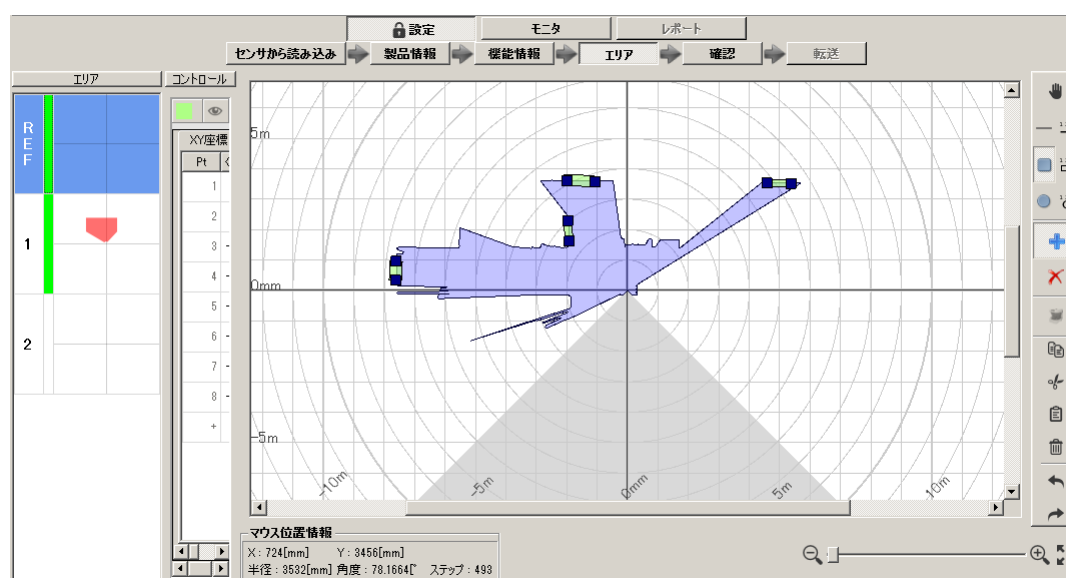

図7-49 リファレンス領域設定例
- リファレンス領域を描画するためのエリア表示画面が表示されます。図7-49に示すようエリアプレビューにも「REF」エリアが表示されます。「REF」を選択してください。
例えば、背景を参照して、センサ位置の変位をモニタする場合は、描画ツールの「直線」を選択して、マウスで背景上をドラッグすると、背景位置を中心に±許容範囲の領域がリファレンス領域になります。（図7-49 参照）